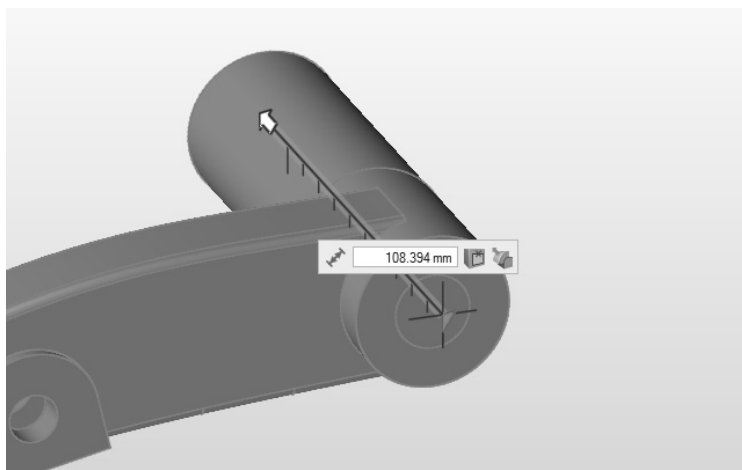

图 6-27
7) 单击并拖动该草绘平面，将其挤成一个实体，如图 6-27 所示。请确保单击圆的内部，这样才能选中整个面。